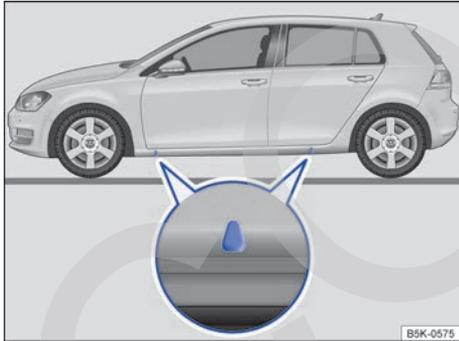

Fig. 218 Puntos de apoyo para el gato. ▶
Coloque el gato únicamente en los puntos de apoyo que se indican (marcas en la carrocería) → fig. 218. El punto de apoyo válido es el que se encuentra junto a la rueda correspondiente → ▲.
5. Busque debajo del vehículo el punto de apoyo para el gato → fig. 218 que se encuentre más próximo a la rueda que haya que cambiar.